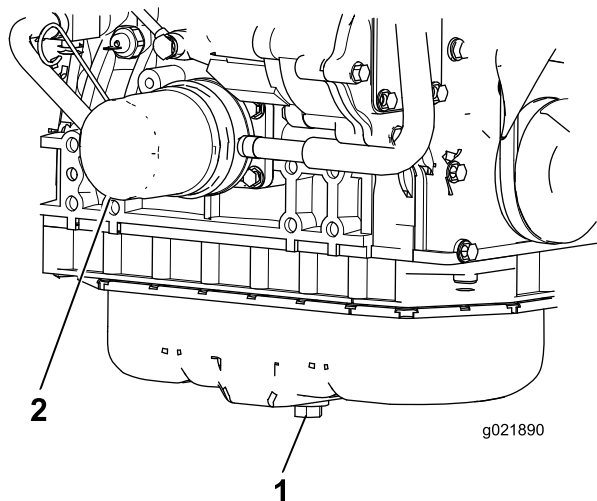

Figura 60
- Togliete il tappo di spurgo (Figura 60) e lasciate defluire l'olio in una bacinella. Quando tutto l'olio cessa di defluire, rimontate il tappo.
- Togliete il filtro dell'olio (Figura 60). Applicare un velo di olio pulito sulla tenuta del nuovo filtro prima di avvitare. **Non serrate troppo.**